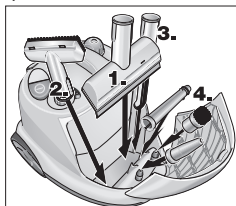

Рис.9 Камера для хранения
- Сложите ручную форсунку, форсунку для мойки окон, форсунку точечной струи и мелкие принадлежности в камеру для хранения принадлежности и насадок (см. рис. 9).